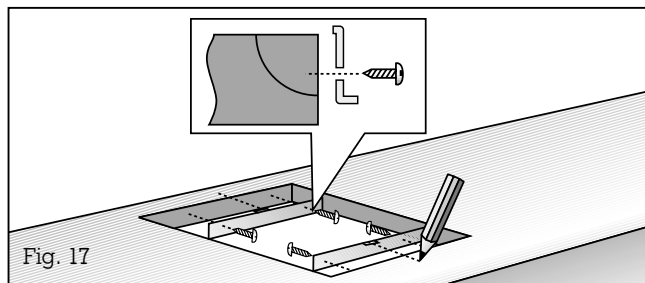

Fig. 17
- **Contrassegnate esattamente il centro dell'intaglio.** Fissate le guide nell'intaglio su entrambi i lati. Fissate le guide sul bordo anteriore e posteriore dell'intaglio. Badate che le sporgenze della guida poggino sul piano di lavoro e che il contrassegno del centro della guida corrisponda esattamente a quello del piano di lavoro (Fig. 17).